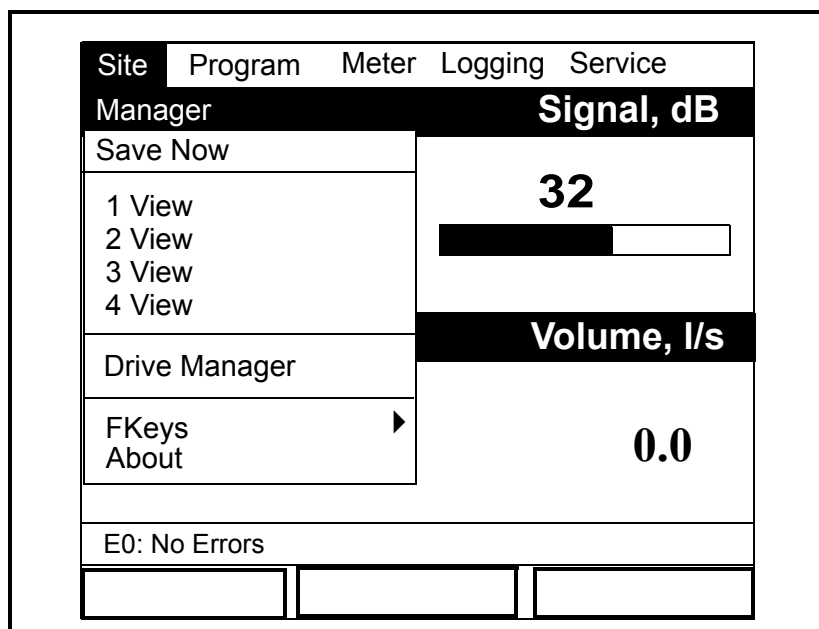

Figura 3-6: O Menu Site (Local)
2. Com o *Site Menu* (Menu Local) seleccionado, pressione [ENTER] e surgirá um ecrã semelhante ao da Figura 3-6 abaixo.
2. Com o *Site Menu* (Menu Local) seleccionado, pressione [ENTER] para abrir a janela *Site Menu* (Menu Local) (consulte Figura 3-6 na página 3-7).